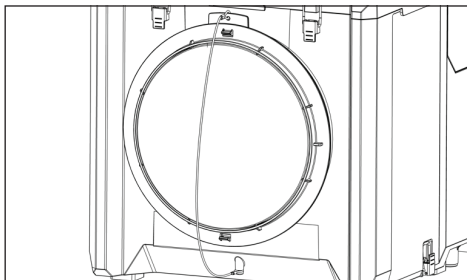

Fig. 7: Tapa de entrada de aire (posición cerrada)
- ▶ Antes del transporte, cierre la tapa de la entrada de aire (Fig. 7). Así evitará que salga polvo del aparato al entorno.